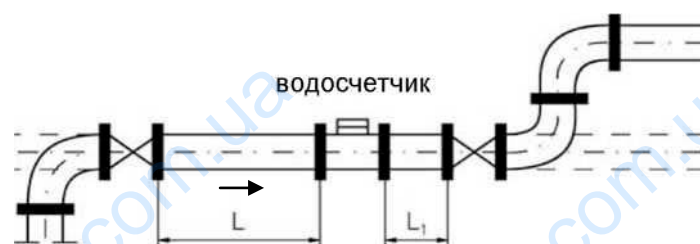

Рис. 4 Монтаж водосчетчика
6.6. Канал в месте монтажа должен быть сформирован таким образом, чтобы в пределах водосчетчика не создавалась воздушная подушка. Водосчетчик должен быть полностью заполнен водой, следовательно, водопроводный канал за водосчетчиком не может снижаться (Рис. 4).
Однако в случае монтажа прибора за двойным коленом, обратным клапаном или насосом следует предусмотреть прямой отрезок перед прибором длиной  $L=5'DN$  (номинальных диаметров прибора) (U5) и за прибором длиной  $L1=3'DN$  (D3) (Рис.4).